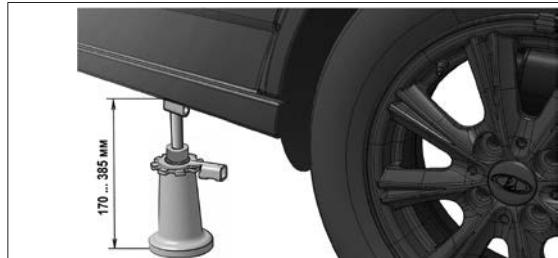

Рис. 3. Положение домкрата при замене колеса
- установите домкрат (см. рис. 3 и 4) в ближайшее к заменяемому колесу место. Для переднего колеса: отступите 100 мм от кромки переднего крыла и нашупайте плоскую площадку между двумя подштамповками цилиндрической формы.